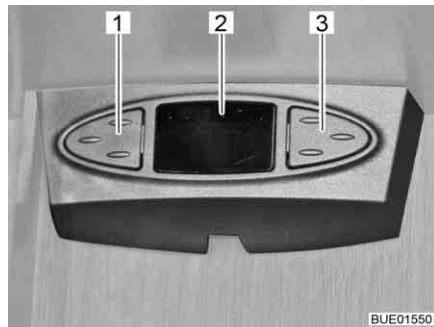

Fig. 28 Mouse satellitare
A seconda del modello l'impianto satellitare è equipaggiato con un mouse satellitare. Il puntatore (Fig. 28,2) del mouse satellitare indica il canale impostato. I due tasti permettono di controllare le funzioni base dell'impianto satellitare (cambio emittente, accensione/spegnimento).
- Selezionare l'emittente precedente dall'elenco delle emittenti: Premere il tasto di sinistra (Fig. 28,1).
- Selezionare l'emittente successiva dall'elenco delle emittenti: Premere il tasto di destra (Fig. 28,3).
- Passaggio tra radio e TV: Premere brevemente e contemporaneamente i tasti (Fig. 28,1 e Fig. 28,3).
- Accensione/spegnimento del ricevitore: Premere contemporaneamente e tenere premuti i tasti (Fig. 28,1 e Fig. 28,3).